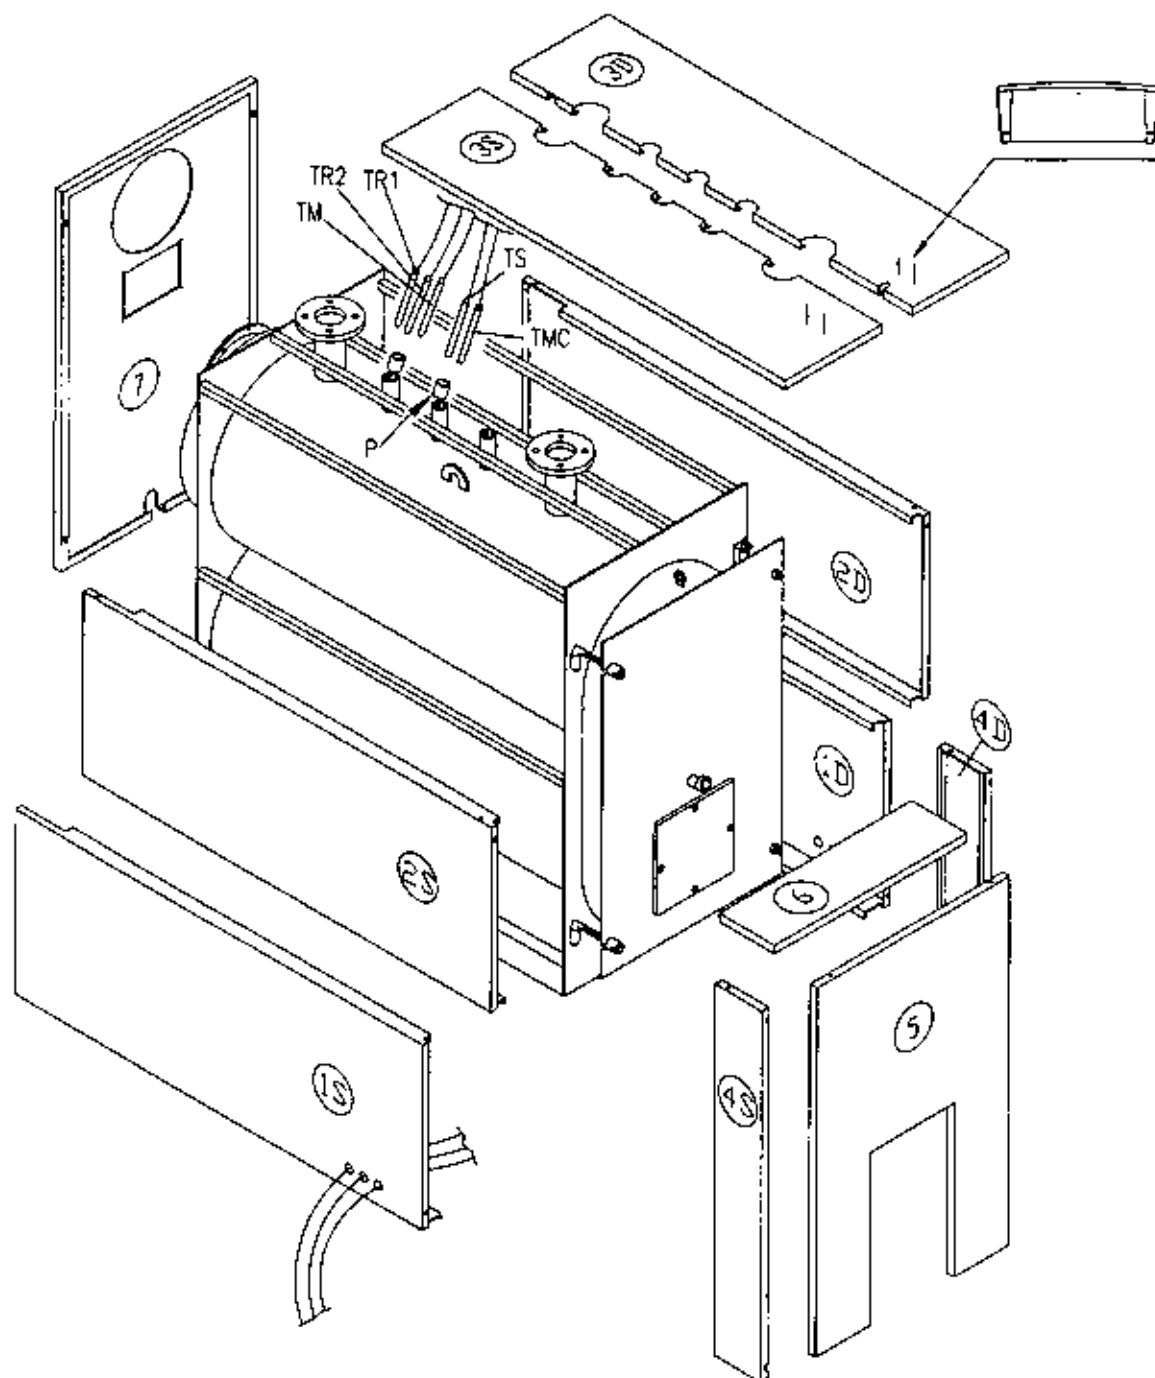

Fig. 12
4.6 RIVESTIMENTI CALDAIA STR (Fig. 12)
- Montare il pannello superiore (3S) sulla caldaia; posizionare il quadro comando sul pannello (3S); svolgere i capillari del termometro e del termostato e inserire i bulbi nei pozzetti (P).
- Montare i pannelli (4S) e (4D) agganciandoli ai pannelli laterali mediante le apposite staffe; montare quindi il pannello anteriore (5) agganciandolo ai pannelli (4S) e (4D). Chiudere il rivestimento portellone appoggiando il pannello superiore (6).
- Montare il pannello posteriore (7) agganciandolo ai pannelli laterali mediante le apposite staffe.